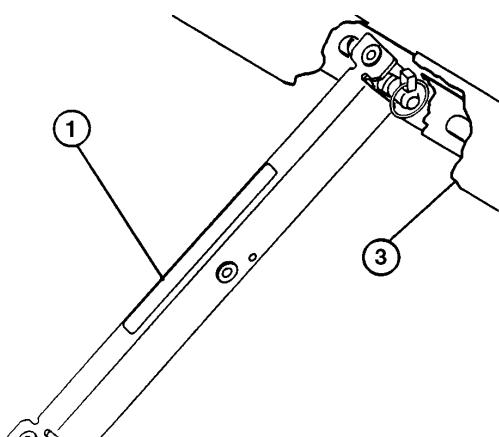

Figure 11
- Pousser la béquille sur la tige de vérin en s'assurant que les languettes d'extrémité sont appuyées contre le corps du vérin et l'extrémité de la tige (Fig. 11).